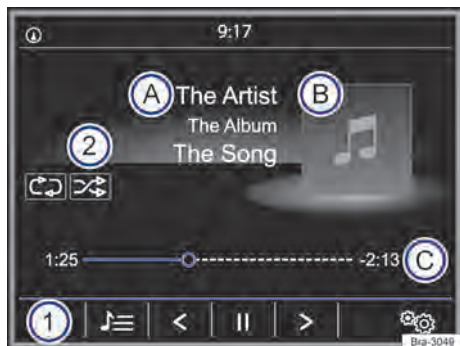

Fig. 143 Menu principal MEDIA.
- Pressionar o botão do rádio **MEDIA** para abrir o menu principal **MEDIA** → Fig. 143.
As fontes de mídia que são reproduzidas atualmente são exibidas na superfície de função na parte inferior esquerda → Fig. 143 ①.
- **OU**: no menu principal **MEDIA** tocar na superfície de função → Fig. 143 ① e selecionar a fonte de mídia desejada.